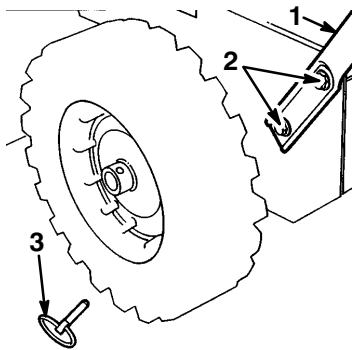

Abbildung 2
2. Die Achszapfen von beiden Rädern entfernen und die Räder auf der Achse ca. 2,5 cm (1") nach außen schieben, um Spielraum zur Montage der Griffe zu schaffen (Abb. 2).
5. Die linken Griffbefestigungslöcher auf die Löcher in der linken Seitenplatte ausrichten und den Griff mit zwei Kopfschrauben und Spannscheiben mit der Hand befestigen (Abb. 2).